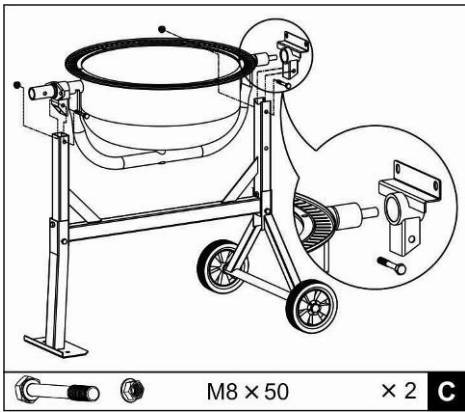

Рис. 6
Осторожно с помощью двух человек установите нижний полубак (10) с опорной дугой на раму как показано на рис. 6.